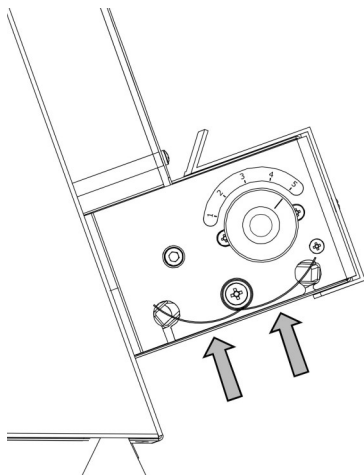

FIG.7 (rimozione molle) / (removing springs)
- 1) Spingere le molle verso l'alto in modo da farle uscire dalla vite di supporto; (**FIG 7**)
- 1) Die Feder hoch ziehen, damit sie aus der Stützschraube hinauskommen (FIG. 7);